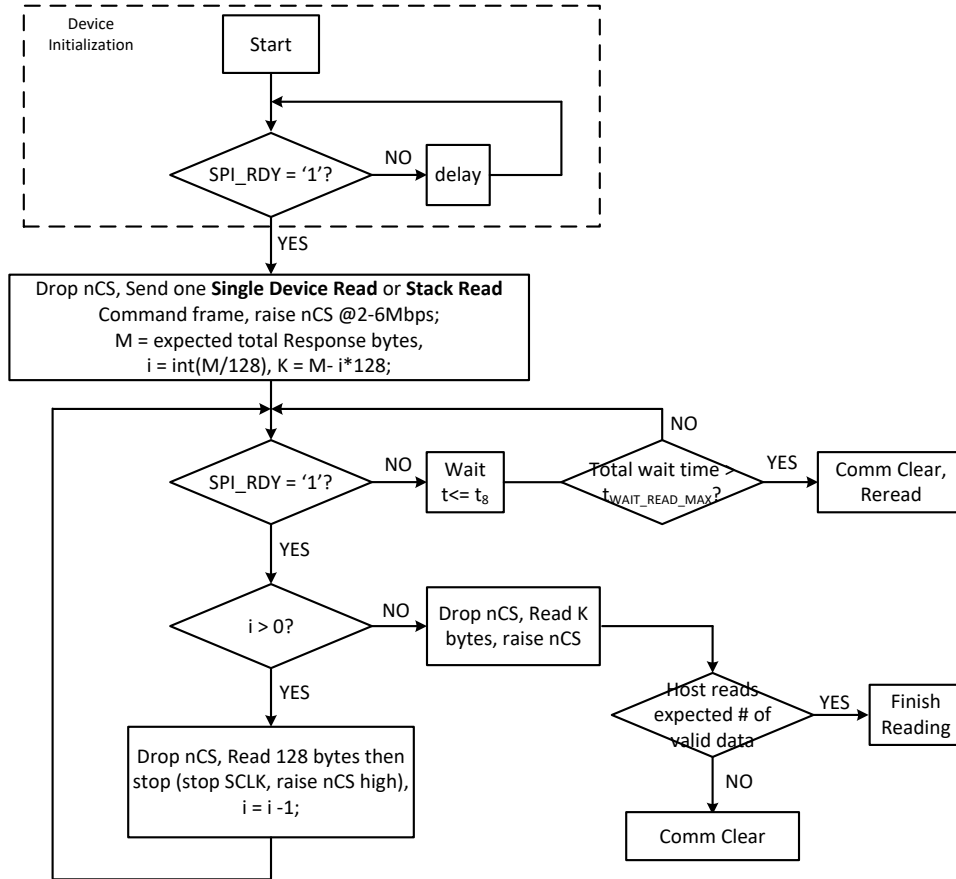
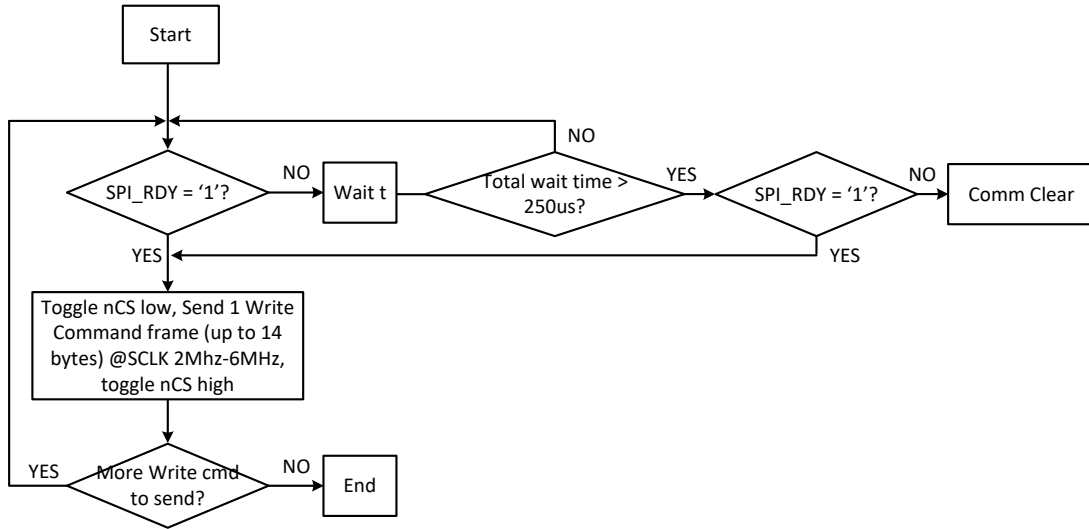

图 7-16. Flow Chart to Read from Device
图 7-17. Flow Chart to Send Write Command Frame to Device
- 为避免菊花链接口上的冲突，MCU 必须等到接收到所有预期的响应帧 (或等待计时器到期) 后再向 BQ79600 发送另一个命令帧。请参阅图 7-16 中的流程图。
User shall follow flow chart 图 7-16 to do read from device and 图 7-17 to do write to device activities.
- SPI_RDY 为低电平超过预期时间，即 READ 模式中的 $t_{SPI_RD_WAIT_MAX}$ (图 7-16)，而在将写命令帧发送到器件时为 220 μs 。请勿在此等待时间结束前发送 Comm Clear 命令。